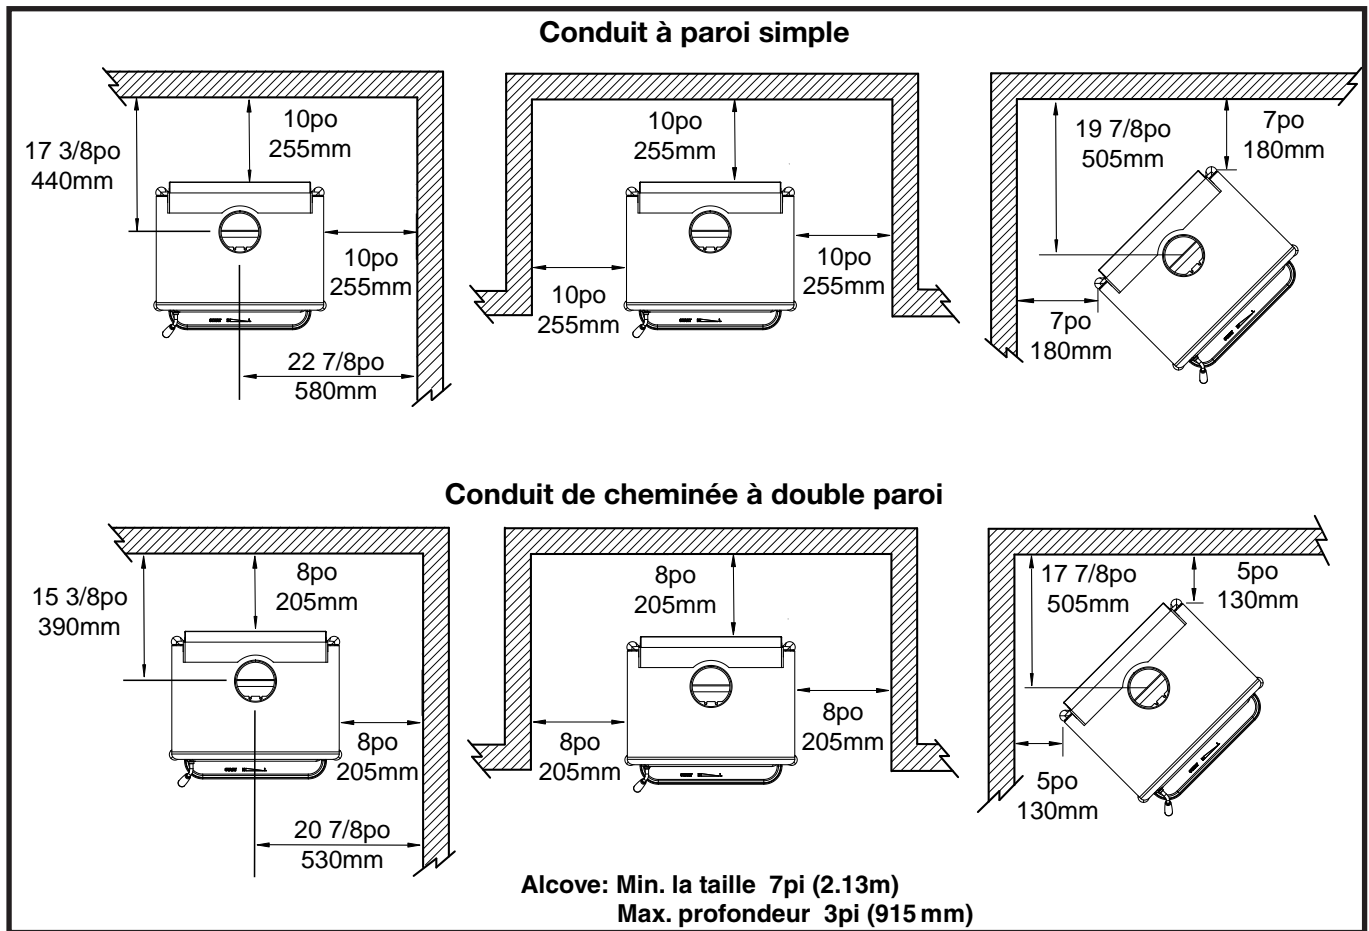

Figure 8: VISTA LE Dégagements.ai
- Les dégagements des surfaces et matériaux combustibles sont indiqués à la (Figure 8) pour un événement à cloison simple. Les dégagements peuvent être réduits lorsque différents matériaux d'isolation à la chaleur sont utilisés. Consulter le code des incendies local ou les autorités pour obtenir l'approbation.
- Pour des dégagements plus courts, utiliser un événement à cloison double (Figure 8).